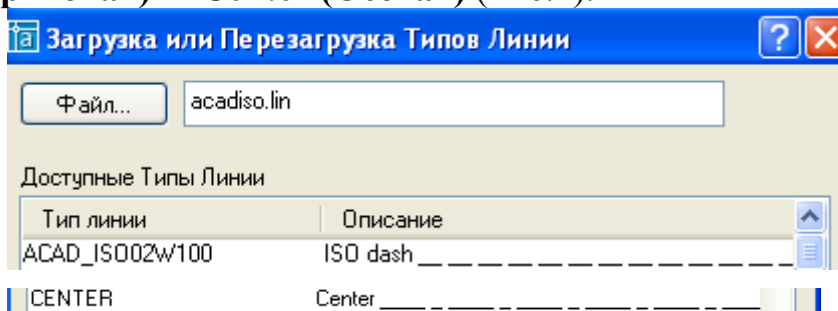

Рис. 4. Диалоговое окно Перезагрузки типов линий
4. На экране появляется диалоговое окно **Загрузка или Перезагрузка Типов Линий**, в котором рекомендуется выбрать линии **ISO dash (Штриховая)** и **Center (Осевая)** (Рис.4).